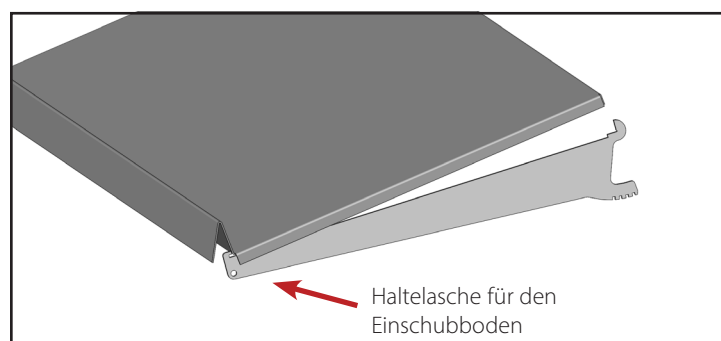

Abb. 4. Einsetzen der Einschubböden.
- b. Die Rückseite des Einschubbodens nach oben und hinten bewegen, bis sich die Vorderkante des Einschubbodens hinter der Haltelasche des Trägers befindet. Siehe Abb. 4.